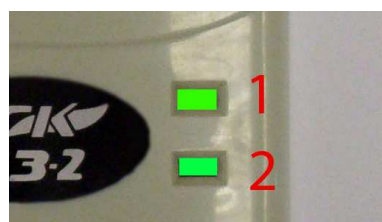

Рисунок 15. Индикаторы сигнализатора СЗ-2.
6.2. При подаче напряжения питания (подключении сигнализатора загазованности к бытовой сети) индикаторы 1 и 2 загораются зеленым светом на 1 секунду (рисунок 15). При этом раздается звуковой сигнал.